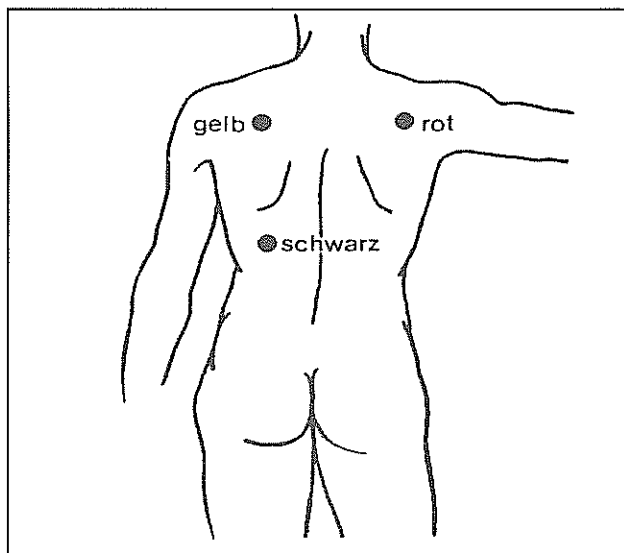

Bild 4
- * Beim Überwachen der Herzfrequenz während elektrophysiologischer Eingriffe legen Sie die Elektroden entsprechend Bild 4 an: Rote und gelbe Elektrode auf rechte und linke Spina scapulae, schwarze Elektrode beliebig. Darüber hinaus beachten Sie bitte, daß sich die Schnittstelle nicht zwischen 2 Elektroden befindet und daß die Elektroden möglichst weit entfernt vom Operationsfeld liegen.